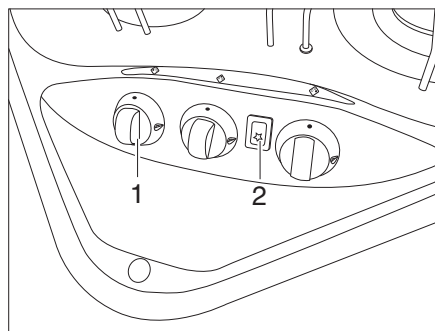
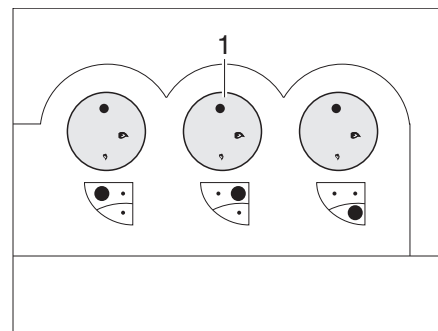

Fig. 124 Elementos de mando para la cocina de gas
Fig. 125 Alternativa: Elementos de mando para la cocina de gas
- Girar el regulador giratorio (Fig. 124,1 ó Fig. 125,1) correspondiente al quemador deseado a la posición de encendido (llama alta).
- Si hay una tecla de encendido (Fig. 124,2):